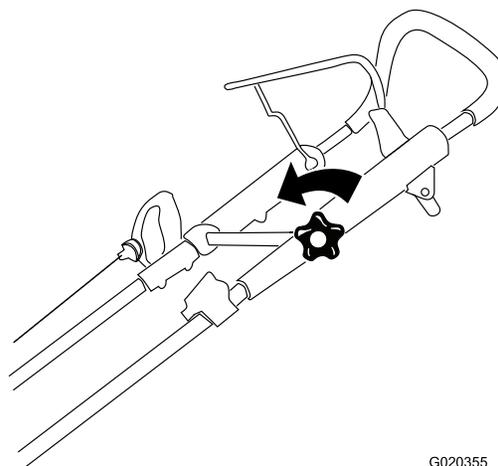

Figura 14
1. Afloje el pomo del manillar superior (Figura 14).